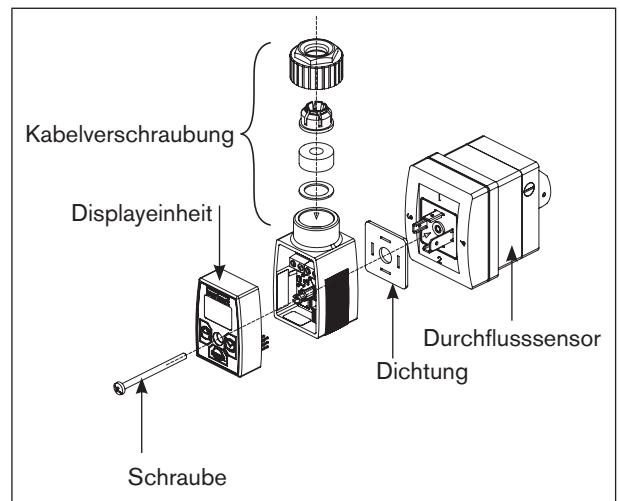

Bild 10: Anbringen des Geräts am Sensor (Beispiel eines Geräts mit Kabelverschraubung und Displayeinheit, angebracht an einem Sensor Typ SE30)
- Das Gerät richtig positionieren und am 4-poligen Gerätestecker des Durchflusssensors einstecken. Siehe Bild 10.